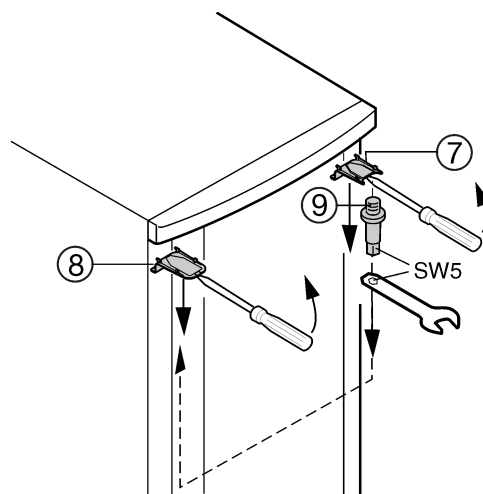

Fig. 5
- ▶ Irrota ylhäältä suojus Fig. 5 (7) ja suojus Fig. 5 (8), ota avuksi ruuvivain, vipua osat irti vinosti alaspäin.
- ▶ Kierrä laakeritappi Fig. 5 (9) irti ja kiinnitä se vastakkaiselle puolelle. Tappiin sopii kiintoavaimessa oleva kuusiokolo.
- ▶ Asenna suojus Fig. 5 (7) laakeritappin puolelle: sovita takaa paikalleen, paina edestä lukitukseen.
- ▶ Asenna suojus Fig. 5 (8) vastakkaisella puolella: sovita takaa paikalleen, paina edestä lukitukseen.
- ▶ Ovi ripustetaan laakeritappien Fig. 5 (9) varaan, ovi voidaan sulkea.